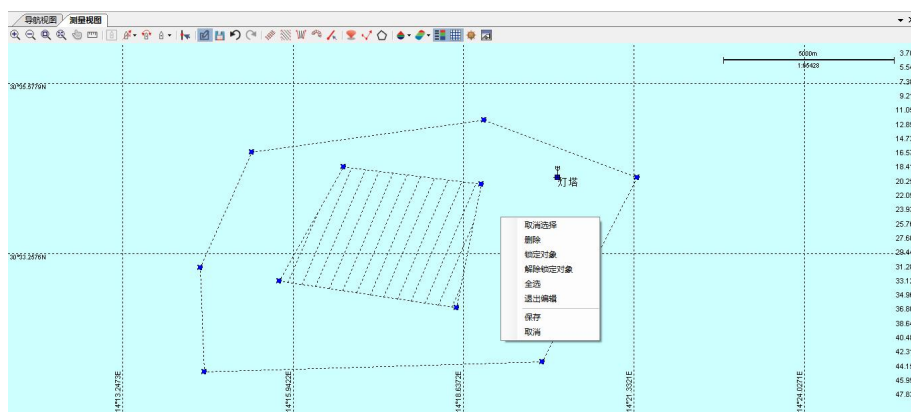

图 11.15 选择多个图形对象视图
(1) 按下鼠标左键，框选多个图形对象（计划线、航线、标记、工作区域），被选中的对象如图 11.15 所示，然后点击鼠标右键，可以“取消选择”和“删除”被选中的对象，还可以锁定或解除锁定对象。对象被锁定后，将无法通过鼠标进行编辑。